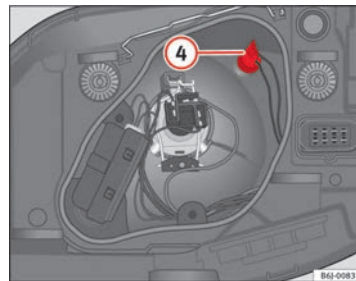

Fig. 159 Luz de presença ►
- Extraia o porta-lâmpadas ④ ⇒ Fig. 159 para fora.